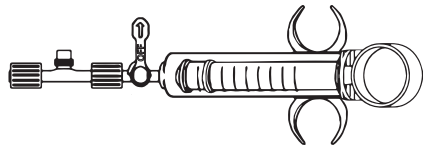
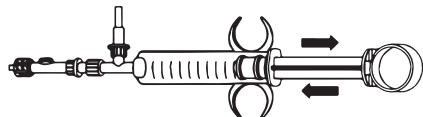

Рисунок 2. Корпус сенсора, запорный кран и шприц
Рисунок 3. Наполнение и вытеснение пузырьков с помощью контрольного шприца
2. Подсоедините шприц к 2-ходовому одностороннему клапану (рис. 3) или к 3-ходовому запорному крану (рис. 2).
10. Наполните систему раствором; для этого выполняйте аспирацию с последующей утилизацией раствора с помощью шприца до полного вытеснения воздуха (см. рис. 3).